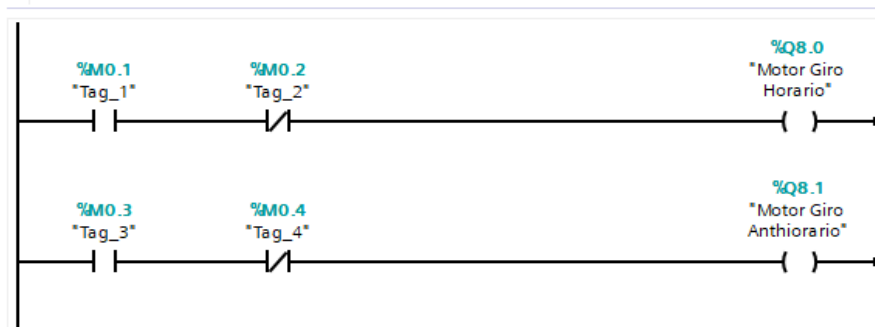

Figura 19: Habilitación de las salidas digitales Q8.0 y Q8.1 para inversión de giro.
- En el segmento 3, realizar la siguiente configuración para habilitar el sentido de giro del motor a través de las salidas digitales Q8.0 y Q8.1 (ver figura 19).